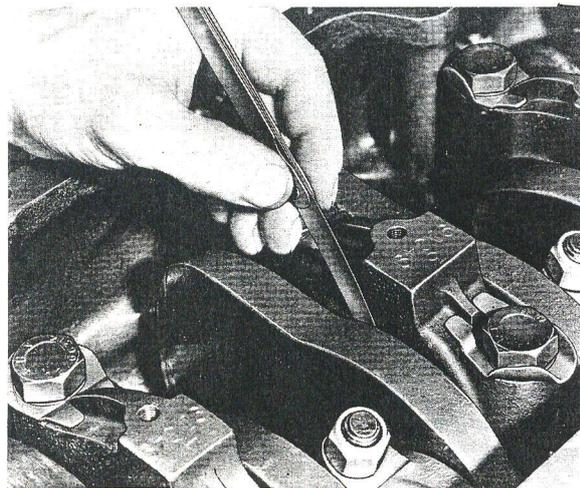

Fig. K4 — Vérification du jeu latéral du vilebrequin.
4. Vérifier le jeu latéral du vilebrequin, il doit être compris entre 0,05/0,35 mm (fig. K4).